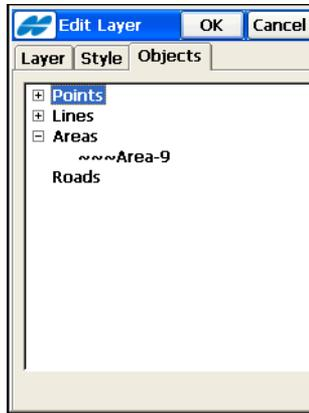

Abbildung 6-25. Layerobjekte
7. Um die Objekte im Layer anzuzeigen, tippen Sie auf das Register **Objekte** (Abbildung 6-25 auf Seite 6-20).